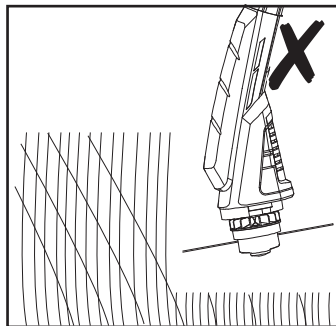
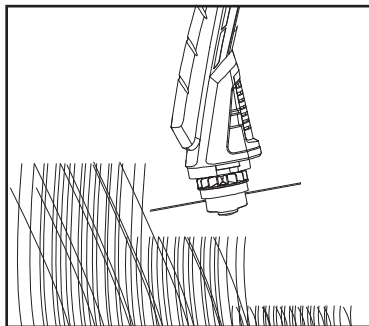

Fig. 10
Fig. 11
6. S'assurer que le dispositif de coupe reste propre et exempt de débris de coupe pouvant le bloquer. Vérifier régulièrement. Relâcher l'interrupteur marche/arrêt (2) et débrancher le produit de l'alimentation électrique avant de procéder à la vérification.
7. Ne pas couper les herbes hautes en une seule fois (Fig. 10). Pour des résultats optimaux, couper les herbes hautes en plusieurs étapes (Fig. 11).